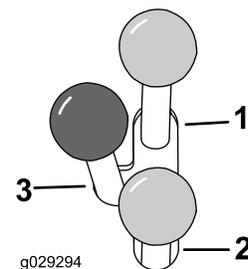

Figura 12
- Para operar o acessório hidráulico na direção frontal, mova a alavanca da hidráulica auxiliar para a frente (Figura 12).
- Para operar o acessório hidráulico na direção traseira, mova a alavanca da hidráulica auxiliar para trás (Figura 12).
Nota: Se libertar a alavanca enquanto estiver na posição FRENTE ou MARCHA-ATRÁS, a alavanca regressa automaticamente para a posição PONTO MORTO (Figura 12).